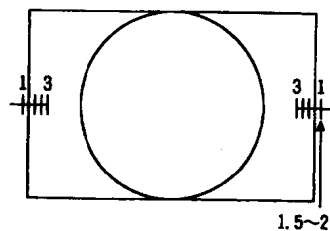

图 1-1-4
(1) 准备。接收圆形图案信号。亮度、对比度旋钮调至最大。
(2) 步骤。旋转 R702 (H 相位), 调整至左右尺寸相等, 如图 1-1-4 所示。